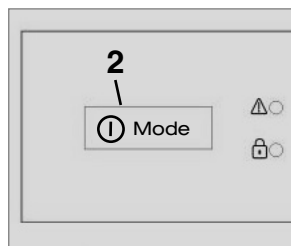

Fig. 31
Lorsque le véhicule est à l'arrêt, le crochet de verrouillage peut être fixé pour faciliter l'ouverture de porte (voir Fig. 31 - 34).
- Les modèles MES et AES sont déconnectés au moyen de la touche " **MODE** ". Tenez la touche "2" enfoncée pendant 2 secondes. L'affichage disparaît et l'appareil est entièrement déconnecté (Fig. 31).